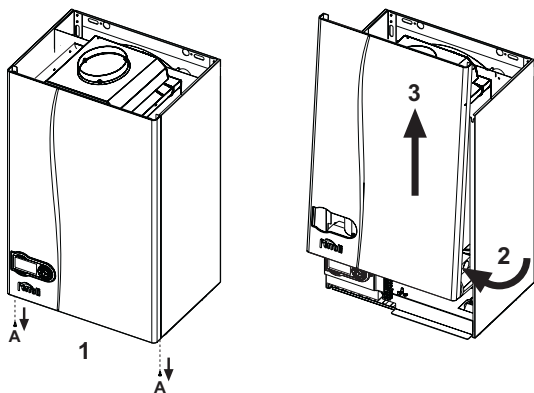

fig. 22 - Apertura mantello
1. Svitare le viti A (vedi fig. 22).
2. Ruotare il mantello (vedi fig. 22).